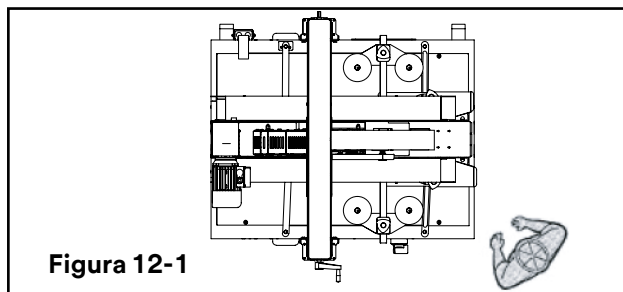

Figura 12-1
12.1 Posizione corretta di lavoro e flusso operativo (Figura 12-1).